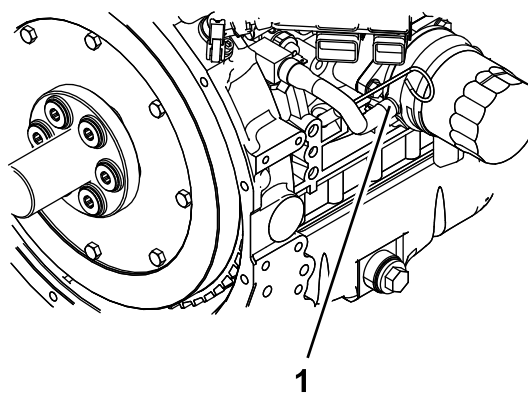

Figura 58
6. Retire o tubo do líquido de arrefecimento de óleo e drene-o a partir do bloco do motor (Figura 58).